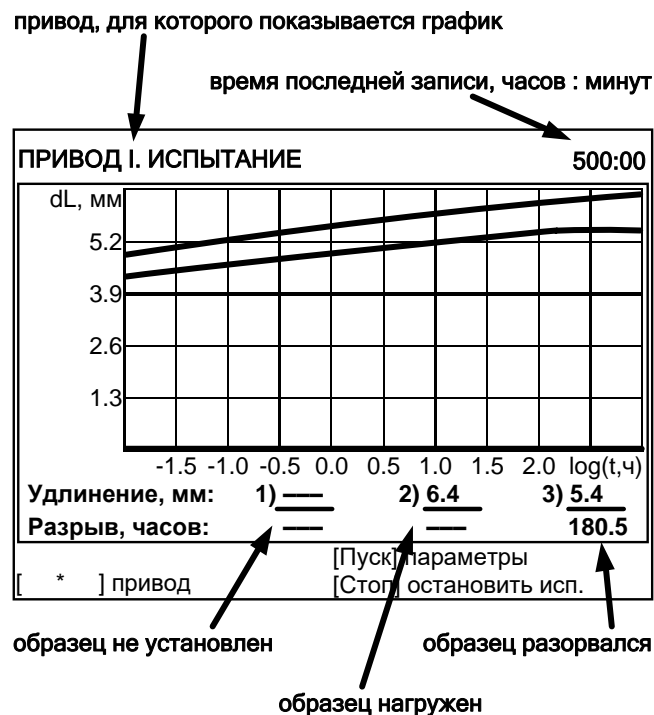

Рисунок 10 – График нагружения
4.5.1 После установки образцов и грузов нажать [Пуск] – машина начнёт нагружение до уравнивания установленных грузов. На дисплее отобразится график нагружения (сначала пустой, данные в график добавляются в контрольных точках, первая через 1 минуту после начала нагружения) (см. рисунок 10, страница 12).